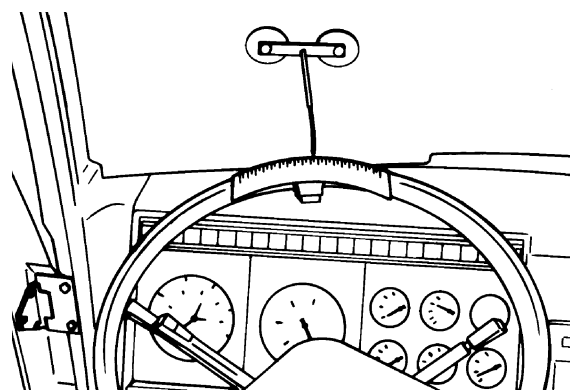

Рис. 30
- Установить инструмент [2] на рулевое колесо, и закрепить стрелку на панели приборов или ветровом стекле (**Рис. 30**).